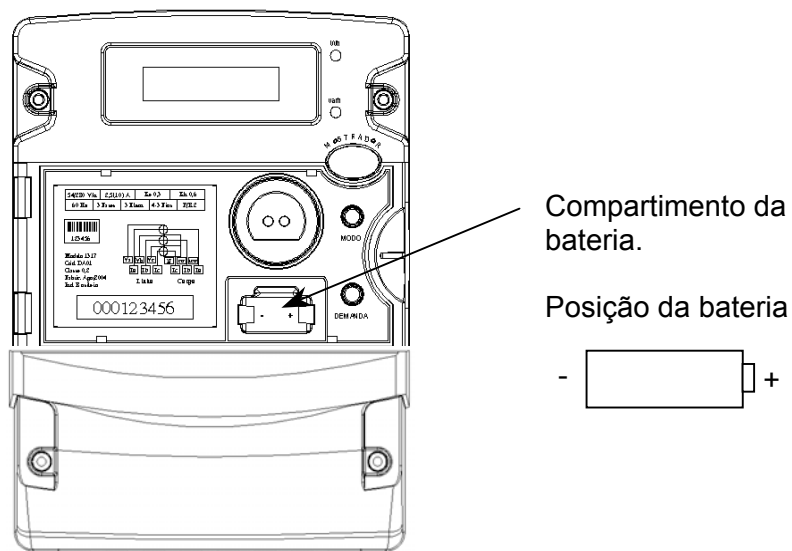

Figura 7.1
- Coloque a nova bateria no compartimento. OBSERVAR A POLARIDADE PARA COLOCAÇÃO DA BATERIA, vide figura 7.1.